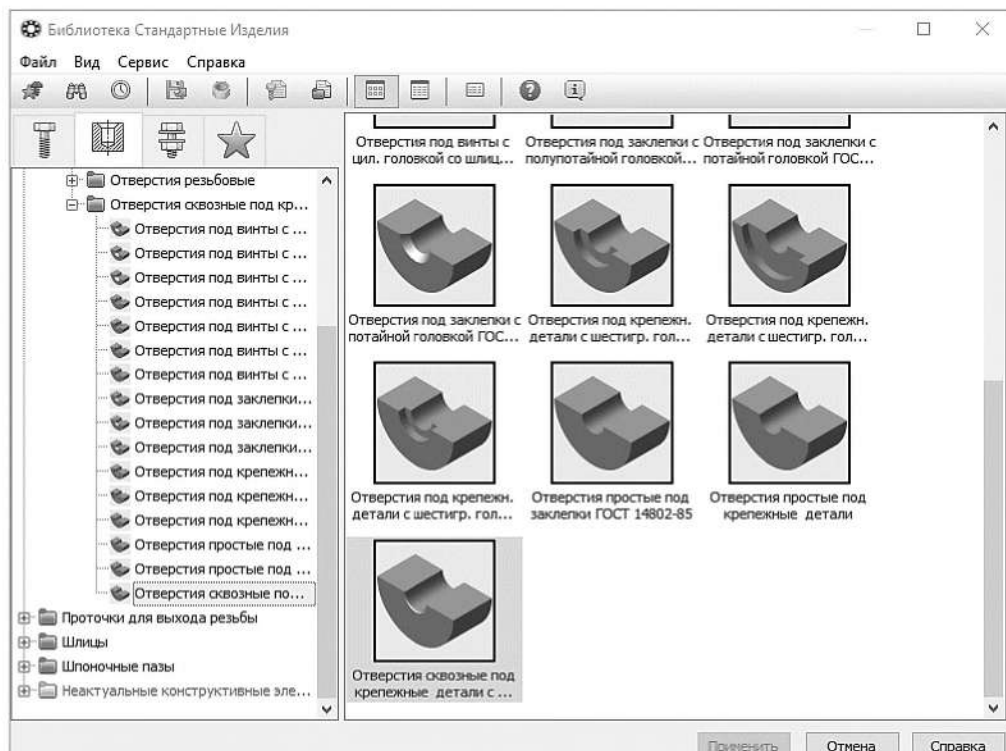

Рисунок 3.63. Окно библиотеки
6.2 Выполните двойное нажатие левой кнопки мыши на элементе Отверстия сквозные под крепежные детали с зенковкой – система перейдет в режим позиционирования отверстия (рисунок 3.63).